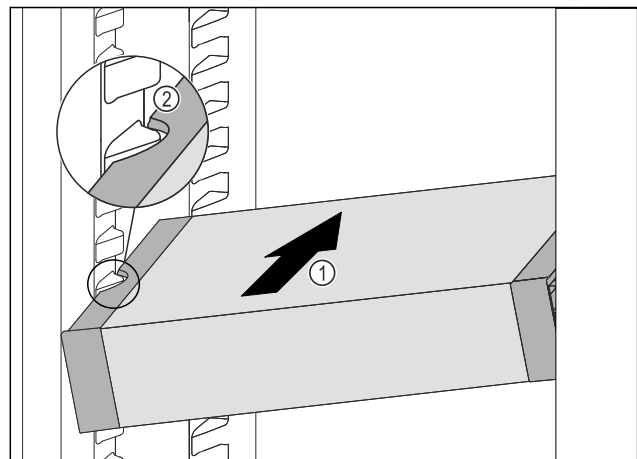

Fig. 87
- ▶ Вдвигайте VarioSafe под наклоном в холодильное отделение Fig. 87 (1), пока боковые выемки Fig. 87 (2) VarioSafe не окажутся на высоте выступа резервуара в холодильном отделении.